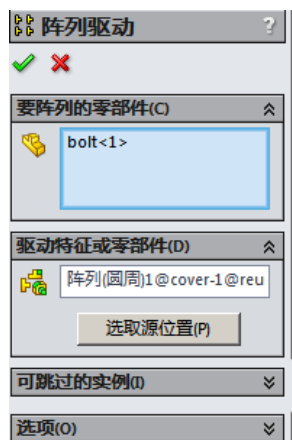

图 4.5.6 “阵列驱动”窗口
Step2. 选择命令，选择下拉菜单 **插入(I) → 零部件阵列(P) → 图案驱动(P)...** 命令，系统弹出图 4.5.6 所示的“阵列驱动”窗口。